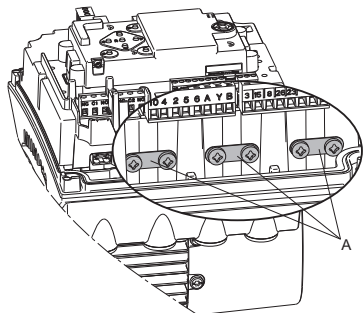

Рис. 64 Заземление экранирующих оплётки кабелей
7. Заземлите экранирующие оплётки кабелей шины через один из зажимов заземления (рис. 64, А).